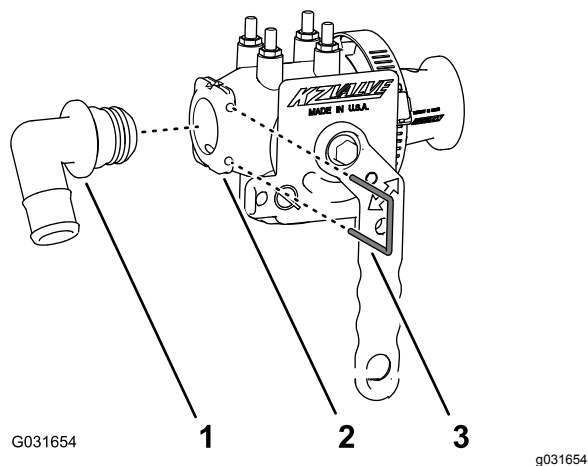

Figure 220
1. Alignez le raccord à 90° cannelé (réf. Toro 131-3727) et la vanne de coupure de produit (réf. Toro 130-7324) comme montré à la Figure 220, puis insérez le raccord cannelé dans la vanne jusqu'à ce qu'il soit complètement engagé.